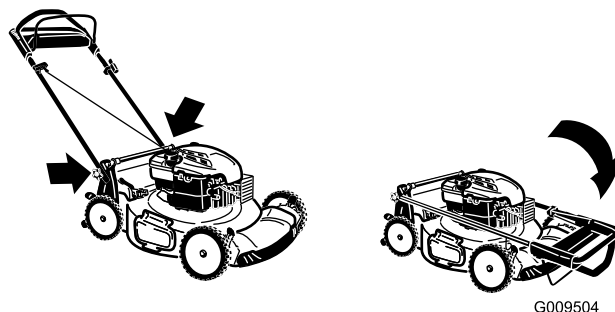

Bild 32
3. Klappen Sie den oberen Griff nach vorne, siehe Bild 32.